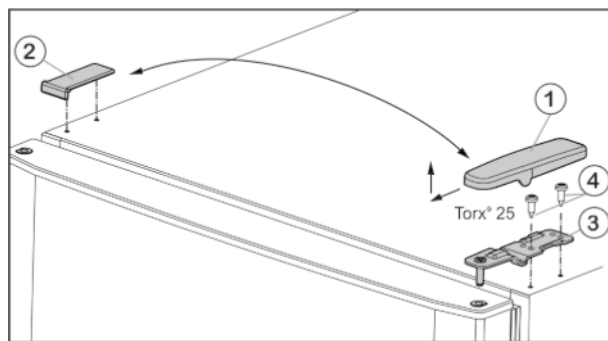

Fig. 4
- ▶ Потяните крышку Fig. 4 (1) вперед и вверх.
- ▶ Снимите крышку Fig. 4 (2).
- ▶ Открутите верхний опорный кронштейн Fig. 4 (3) (2 шт. Torx® 25) Fig. 4 (4) и вытяните вверх.
- ▶ Установите верхний опорный кронштейн Fig. 4 (3) на новой стороне шарнира и защелкните в дверце.
- ▶ Привинтите верхний опорный кронштейн (с моментом 4 Нм) (2 шт. Torx® 25) Fig. 4 (4). При необходимости используйте аккумуляторный шуруповерт.
- ▶ Наденьте и защелкните крышку Fig. 4 (1) на противоположной стороне снаружи.
- ▶ Также наденьте сверху и защелкните крышку Fig. 4 (2) на противоположной стороне.